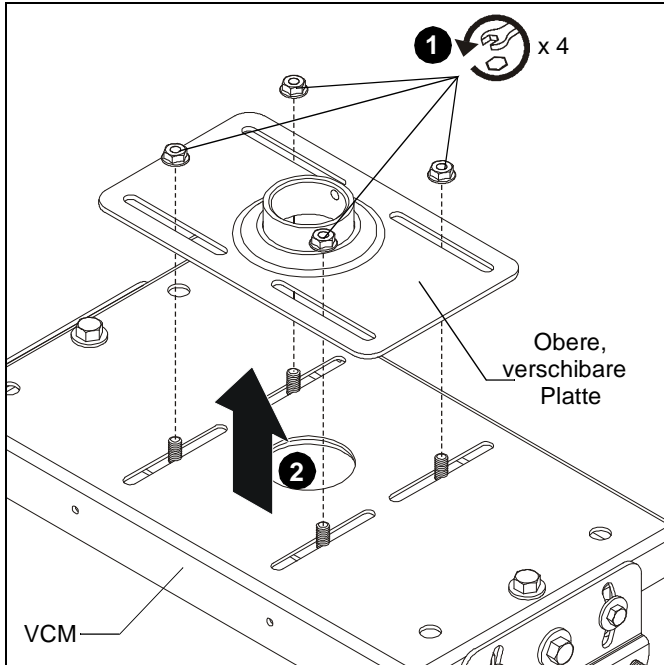

Abb. 1
1. Entfernen Sie die vier Muttern von der Oberseite der (nicht mitgelieferten) VCM-Halterung und **BEWAHREN** Sie sie **AUF**. (Siehe Abb. 1)
2. Entfernen Sie die obere, verschiebbare Platte, sie ist nun überflüssig. (Siehe Abb. 1)